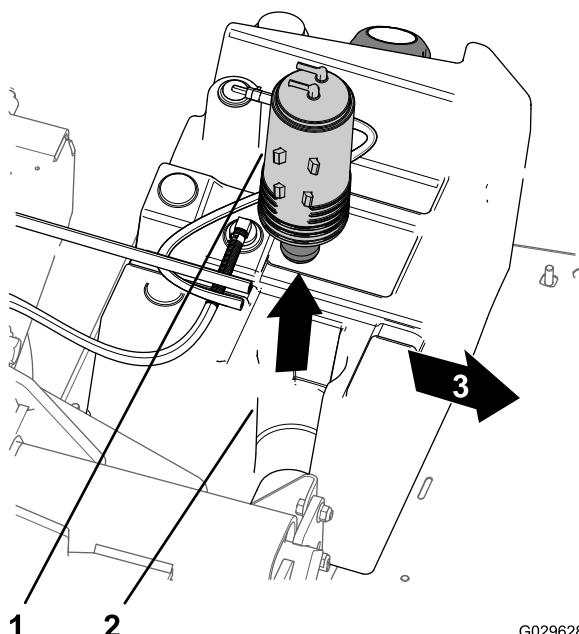

Рисунок 46
3. Поднимите угольный элемент с его крепления на топливном баке (Рисунок 46).
- Вставьте новый угольный элемент в крепление угольного элемента на топливном баке так, чтобы штуцеры продувки и топливного бака были направлены назад (Рисунок 46).